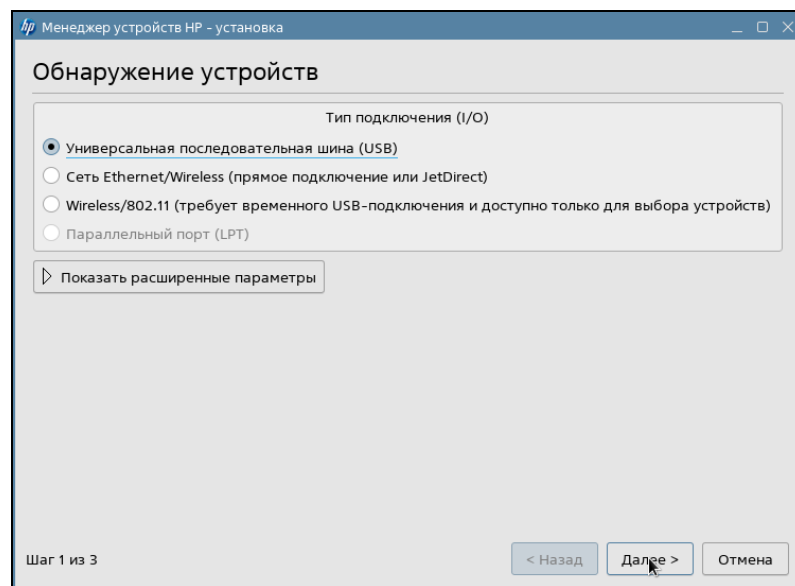

Рисунок 92 — Менеджер устройств HP. Обнаружение устройств
- 2) На странице **Обнаружение устройств** выбрать тип подключения **Универсальная последовательная шина** (рис. 92);